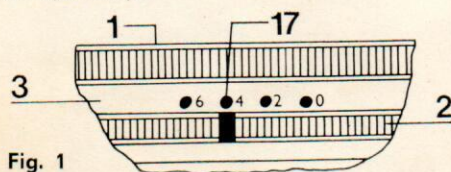

Fig. 1
- a) Ces opérations nécessitent l'avance transversale du coulisseau (5). La vis (9) servant à bloquer ce dernier doit être desserrée.
- b) Les têtes d'alésage universelles Vhu 36 permettent de sélectionner une avance transversale automatique du coulisseau (5) de 0,02, 0,04 et 0,06 mm/tr. L'avance est sélectionnée en tournant la couronne (2) de changement des avances de manière afin que le repère rouge sur cette couronne soit aligné sur le point rouge correspondant au chiffre qui indique la valeur de l'avance transversale en dixièmes de mm/tr sur la graduation (17). Lors du réglage de l'avance on saisit la couronne (2) moletée de changement des avances entre le pouce et l'index d'une main et la couronne (1) de commande des avances dont la goupille (15) d'accouplement a été enfoncée, entre le pouce et l'index de l'autre main, puis en tournant les deux couronnes l'une contre l'autre on sélectionne l'avance appropriée. Un exemple de réglage de l'avance est représenté sur la fig. 1. La figure montre le réglage de l'avance transversale automatique du coulisseau (5) de 0,04 mm/tr.